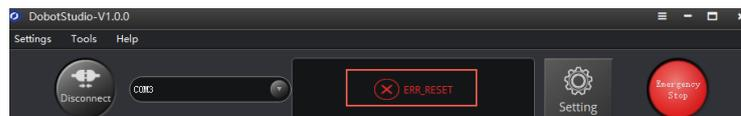

图 6.1 报警提示示意图
- 步骤 1 在DobotStudio界面双击产生的报警提示，如图 6.1所示。